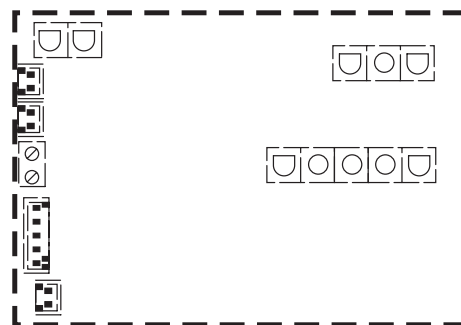

Figura 22
- Conecte el indicador a los bornes indicados en la figura 22.